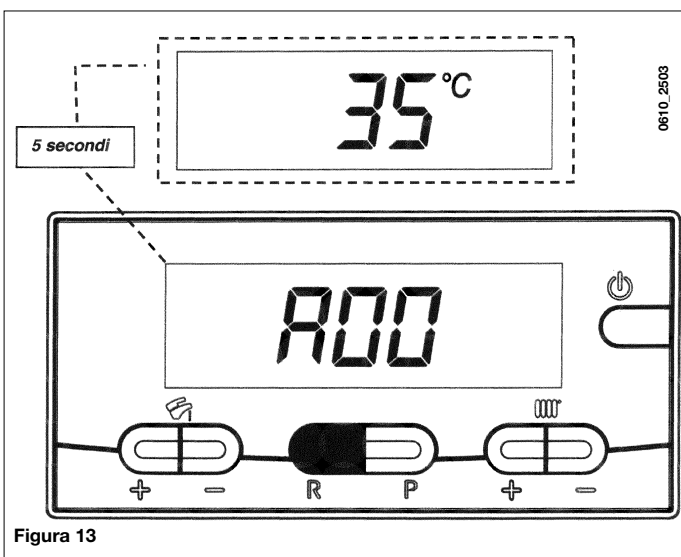

Figura 13
- Tenere premuto il tasto **R** per circa 6 secondi. Quando la funzione è attiva il display visualizza la scritta "A00" (... "A08") che si alterna al rispettivo valore (figura 13);